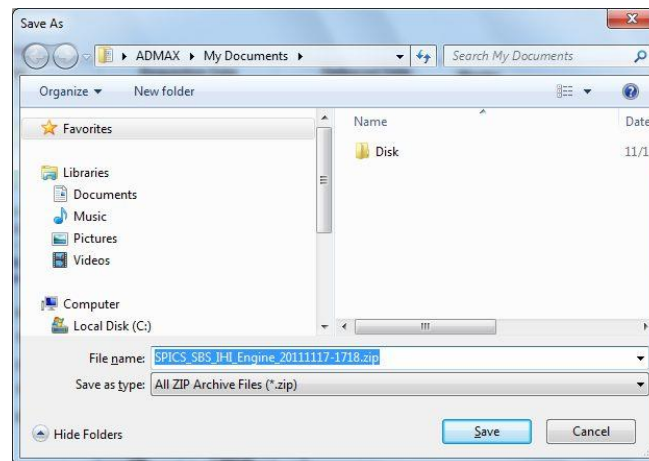

図 8.9 Save As
18. [OK] ボタンをクリックすると "Save File Screen"が表示されます。(図.8-9)